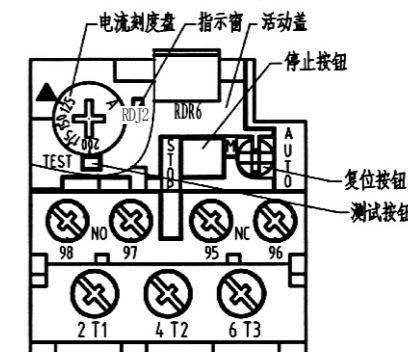

图12
- 6.1.2 动作测试:在主回路通电前进行。揭开活动盖,用螺丝刀按动测试按钮,NC触头会断开,NO触头会闭合、通过指示窗能观察到转换状态(黄色标志露出为动作状态,未露出为复位状态)。(见图12)
- 6.1.3 复位方式设定:在主回路通电前进行。热继电器出厂时处于自动复位方式,热继电器脱扣后,当 $I_e \leq 63A$ 时5分钟内自动复位,当 $I_e > 63A$ 时8分钟内自动复位;用户若需要选用手动复位方式,只需要按下复位按钮并逆时针旋转90°即可,当热继电器脱扣后,2分钟内按下蓝色复位按钮才能复位。(见图12)
- 6.1.4 整定电流设定:在主回路通电前进行。热继电器出厂时处于最小整定电流位置,用户若需要选用其它整定电流值,只需揭开活动盖,用螺丝刀旋动电流刻度盘,使箭头所指电流刻度值与保护电动机的满载额定电流相一致即可。如需使用两刻度之间的电流值,可按比例旋转电流刻度盘定位,并在使用过程中作适当调整。(见图12)